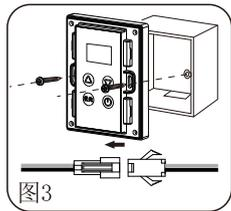

图3
5. 把线控器的端子和线缆端子插好,将多余的线缆收纳在线盒内,然后把线控器用螺钉固定在线盒上,图3所示。